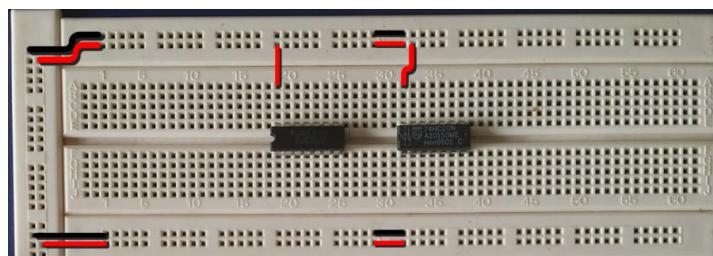

图 8 布电源线
- 1、**布电源线**：7400 和 7420 的 14 脚是电源脚，用导线将 14 脚连接 5V 电源，如图 8 中红线所示